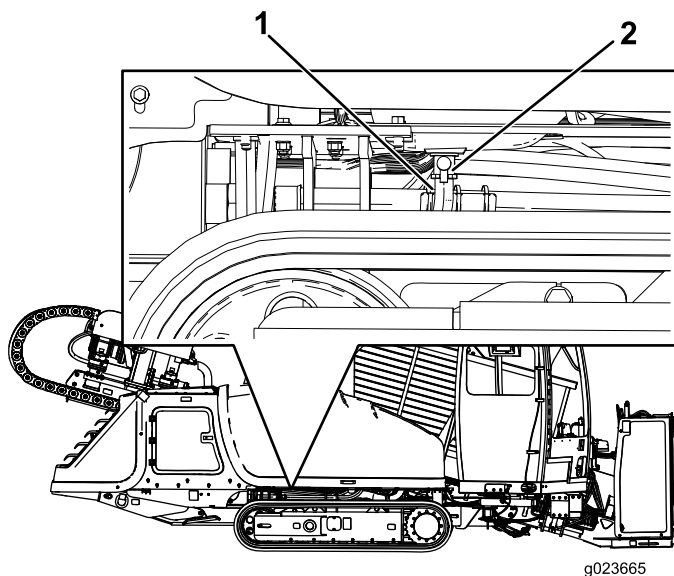

Figura 124
- Tire hacia arriba con cuidado de la manguera de drenaje (Figura 124) y coloque el extremo de la manguera en un recipiente de drenaje.
- Abra la válvula de drenaje (Figura 124).
- Cuando el aceite deje de fluir, cierre la válvula de drenaje (Figura 124).
- Coloque la manguera de drenaje en su posición inicial (Figura 124).